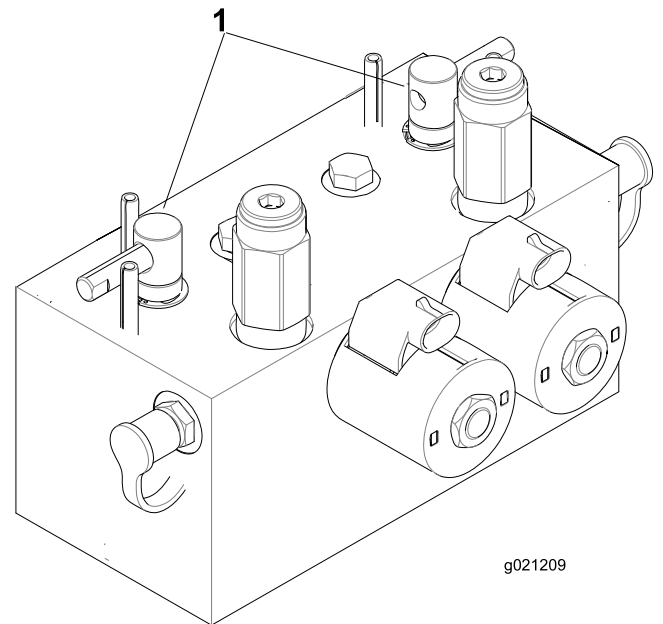

Figure 107
2. Déverrouillez le capot et soulevez-le pour exposer les leviers de rodage (Figure 107).
- Sélectionnez les leviers de rodage avant, arrière ou les deux pour déterminer les unités qui doivent être rodés (**Figure 107**).